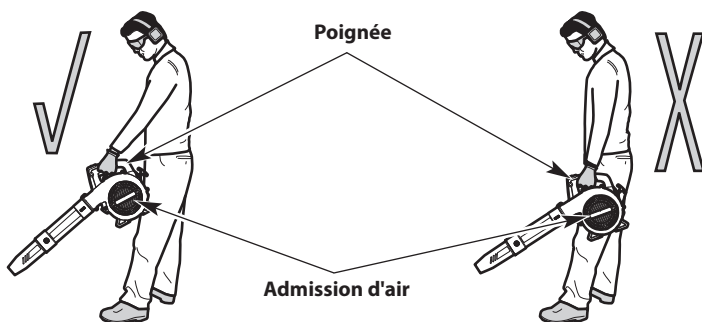

Fig. 6
- Placez-vous en position d'utilisation (Fig. 6). Tenez-vous bien droit. Ne vous penchez pas.
- Maintenez l'appareil devant votre corps et éloigné de celui-ci (Fig. 6).
AVERTISSEMENT : Pour prévenir les blessures graves ou les dommages à l'appareil, **NE** maintenez **PAS** l'appareil à vos côtés (Fig. 6). Le moteur peut être très chaud. **NE PAS** bloquer l'entrée d'air.